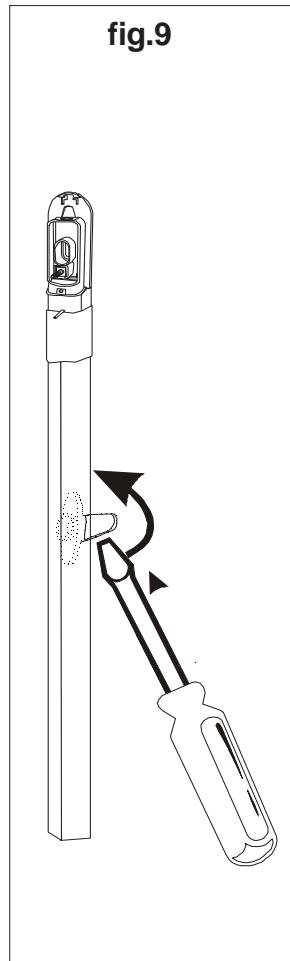

fig.9
- Spingere con un cacciavite le alette dei blocchi intermedi facendole ruotare (fig.9).